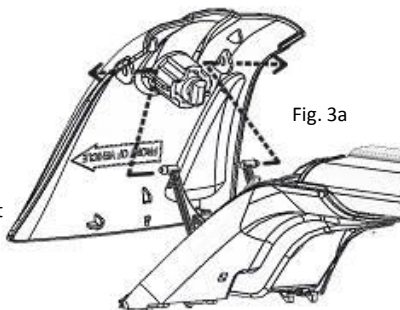

Fig. 3a
10. Locate the ends of the Hinge with the Cover hinge holes. Flex the Hinge ends in and push through the Cover holes until the capped ends engage. (you'll hear and audible click) (Fig. 3a & 3b)
10. Placer les extrémités de charnière sur les trous de charnière du capuchon. Fléchir les extrémités de charnière en les introduisant et les pousser à travers les trous de capuchon jusqu'à ce que les extrémités encapuchonnées s'engagent. (un clic se fera entendre) (Fig. 3a et 3b)